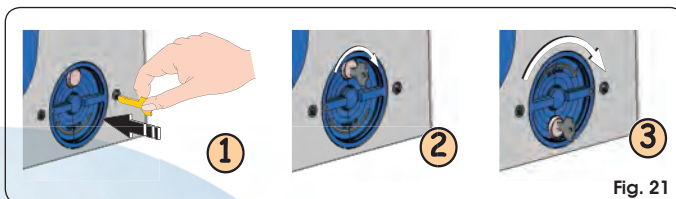

Fig. 21
1. Inserire l'apposita chiave in dotazione nella serratura, Fig. 21 Rif. ①, e ruotarla in senso orario come indicato in Fig. 21 Rif. ②.
2. Ruotare il sistema di sblocco in senso orario di circa 180°, come indicato in Fig. 21 Rif. ③.